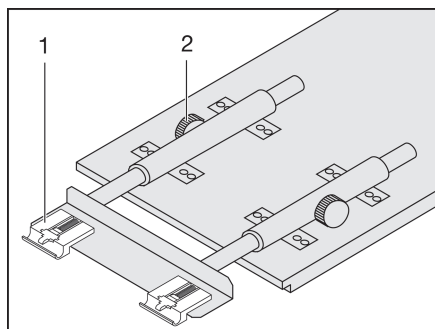

Fig. 75 Ampliación de la mesa colgante
- Soltar los tornillos moleteados (Fig. 75,2).
- Elevar el tablero de mesa ligeramente por delante y extraerlo hasta el tope. La prolongación de mesa (Fig. 75,1) está completamente extraída.
- Elevar el tablero de mesa ligeramente por delante y empujarlo hacia atrás hasta el tope. La prolongación de mesa (Fig. 75,1) está completamente introducida.